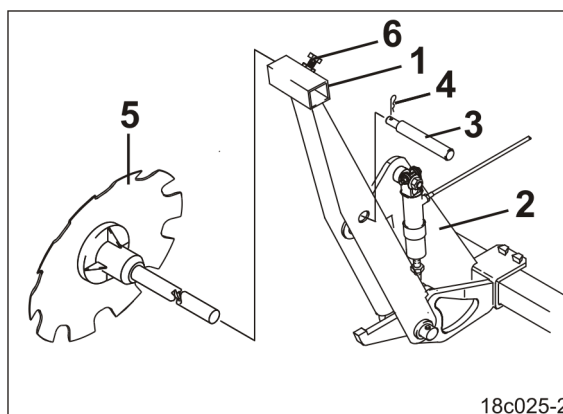

Fig. 213
2. Fest sporskiveholderen (Fig. 213/1) på transportholderen (Fig. 213/2) med bolt.
3. Sikre bolten (Fig. 213/3) med fjærplugger (Fig. 213/4).
4. Løsne festeskruen (Fig. 213/6).
5. Trekk sporskiven (Fig. 213/5) ut av sporskiveholderen (Fig. 213/1) og legg den i et egnet oppbevaringsrom på traktoren.